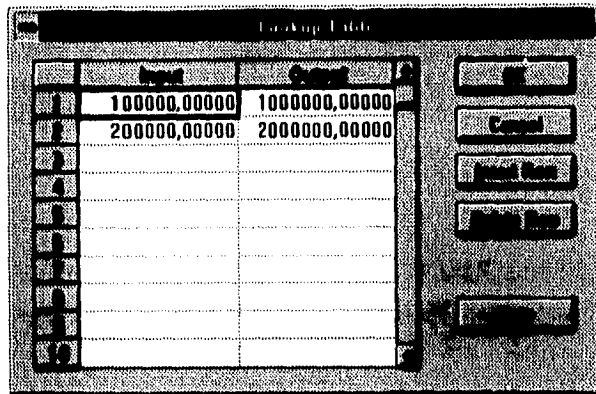

Figura 4.15
2. Seleccionar el botón BROWSE... para abrir una tabla ya existente (ver Figura 4.15). Si el archivo deseado no se encuentra en el cuadro FILE NAME, se deberá buscar el archivo en otro directorio. Seleccionar el botón OK después de elegir el archivo deseado.